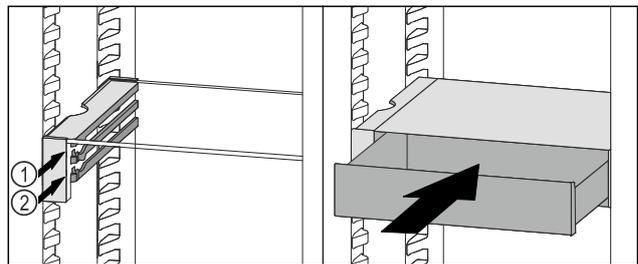

Fig. 103
- ▶ Posizionare il cassetto VarioSafe dietro i tappi sulla nervatura desiderata Fig. 103 (1) o Fig. 103 (2).